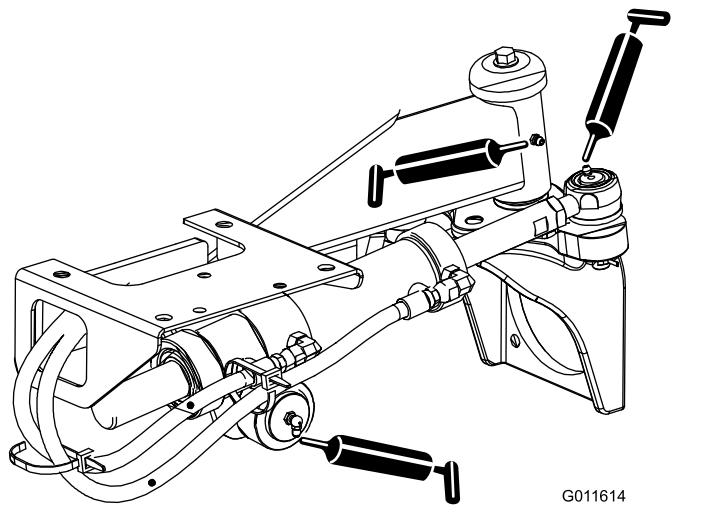

**Figura 52**
- Articulação da direção do eixo (1) (Figura 52)